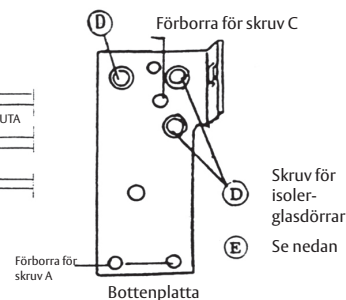

Bild 10
- 4 Märk ut hålen och förborra. Se djup och borrhåldiameter under skruvinnehåll. Skruva fast bottenplattan med de medföljande skruvarna D (alt. E) enl. bild 10.